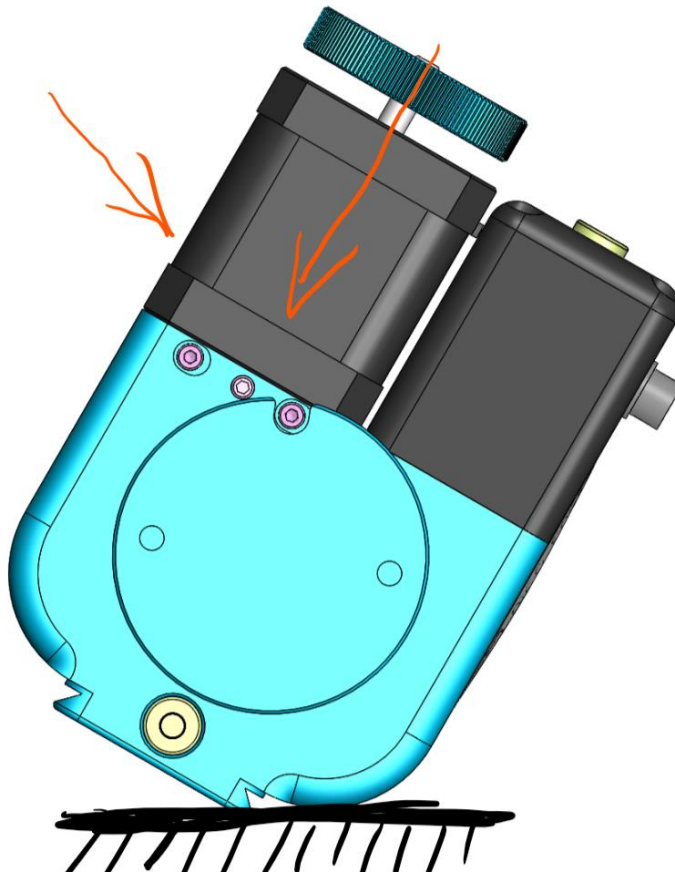

Bild 4
5. Motor von Hand in Richtung des Drehtellers und zur Abdeckung drücken und die zwei oberen Zylinderschrauben, mit weiterhin ausgeübten Druck auf den Motor, leicht (handfest) anziehen. **Tipp:** den Nic-O-Tilt, auf einer geeignet Unterlage, wie skizziert auflegen und mit einer Hand auf den Motor drücken (Bild 4).